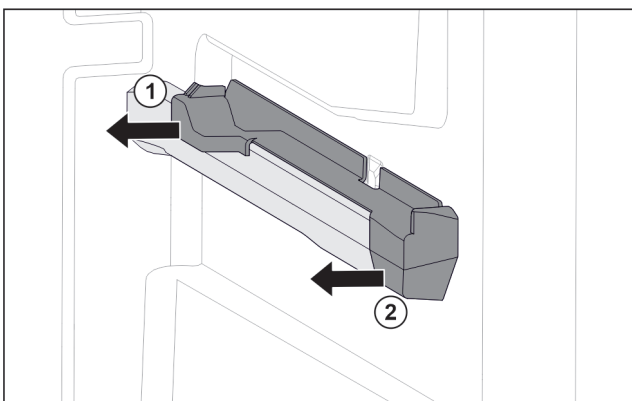

Fig. 83 Pieza de acoplamiento en la nervadura para recipientes derecha
- Retire la pieza de acoplamiento por detrás lateralmente. Fig. 83 (1)
- Retire la pieza de acoplamiento por delante lateralmente. Fig. 83 (2)